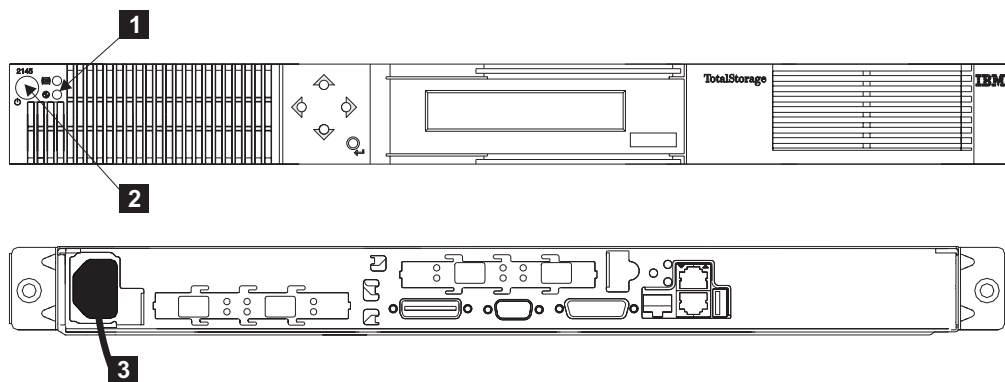

图 82. 从 SAN Volume Controller 拔下电源线
1. 检查 SAN Volume Controller 电源灯。如果此电源灯打开 **1**，请转至步骤 2。如果此电源灯为关闭或闪烁状态，则表示电源已从 SAN Volume Controller 除去；转至步骤 4。请参阅图 82。